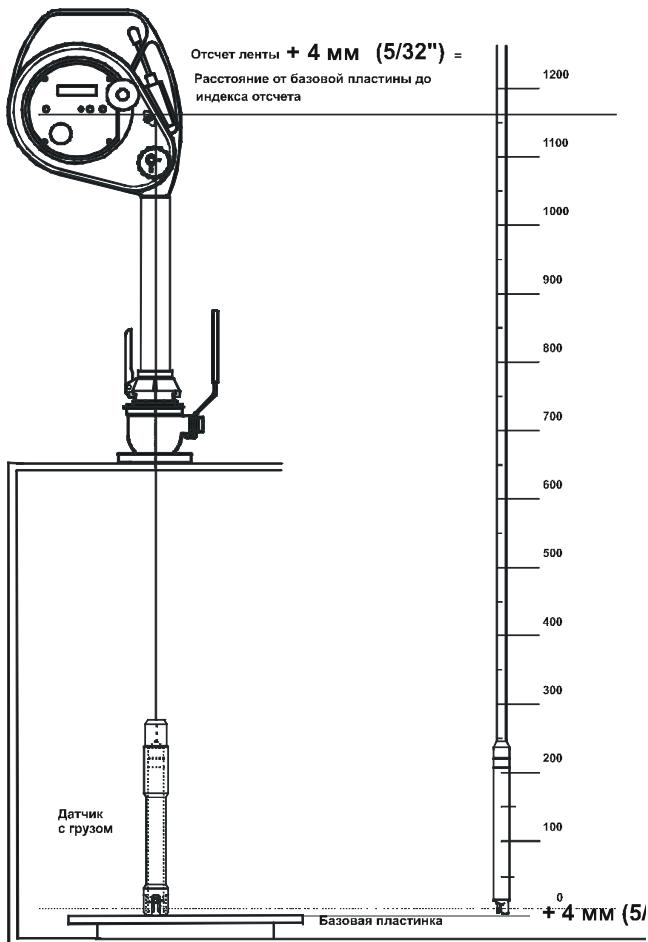

Рисунок 9-9
- Когда чувствительный датчик достигнет заглубленной / базовой плиты, индекс отсчета покажет расстояние. См. Рисунок 9-9. Точное расстояние от плиты до индекса отсчета (показания + 4 мм) или (показания + 5/32") которое является относительной высотой, при условии, что уровень индекса отсчета настроен на нулевой уровень незаполненного объема танка. Если ноль незаполненного объема находится выше или ниже индекса отсчета, то необходима дополнительная корректировка. Для более подробной